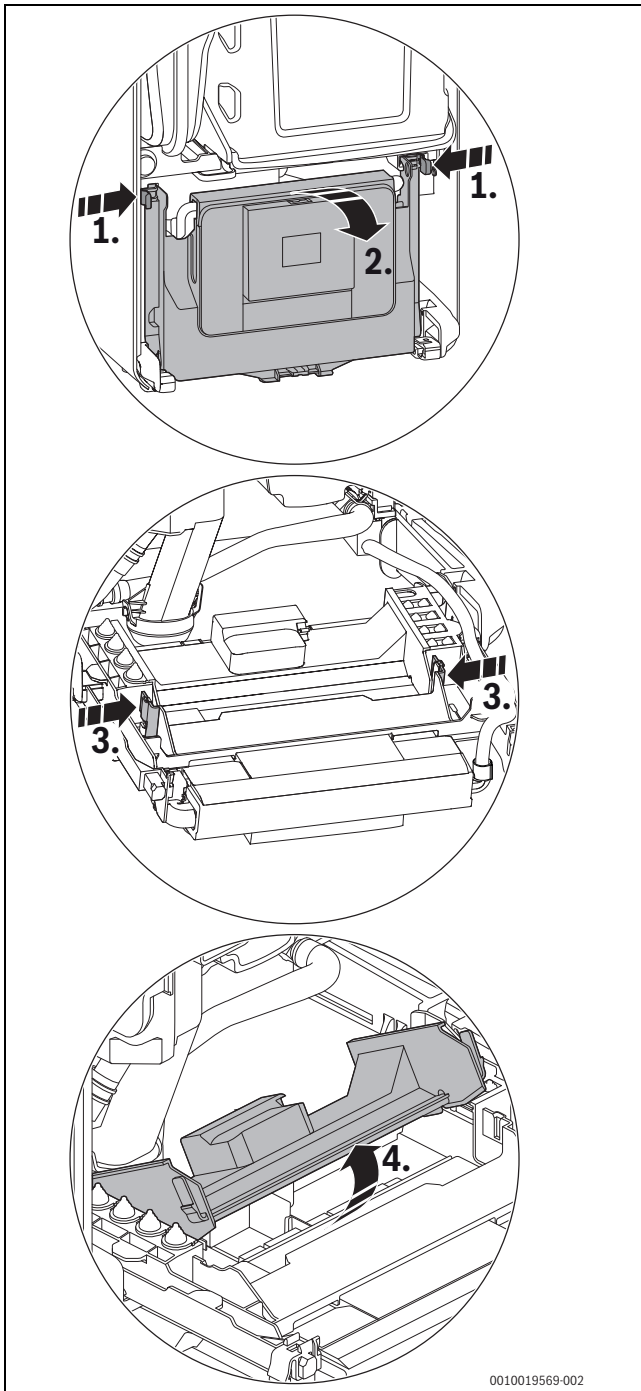

Bild 82 Abdeckung öffnen
▶ Steuergerät herunterklappen (→ Bild 82, Seite 44).